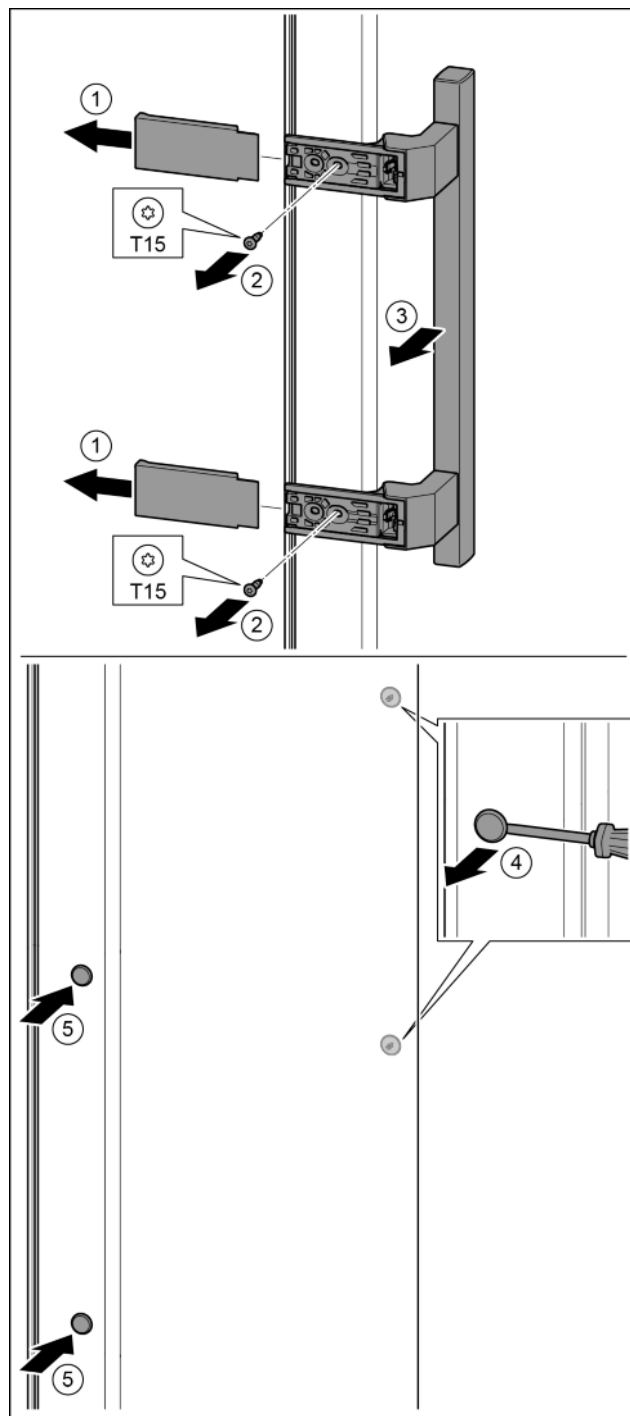

Fig. 17
- ▶ Stáhněte kryt. Fig. 17 (1)
- ▶ Šroubovákem T15 vyšroubujte šrouby. Fig. 17 (2)
- ▶ Sejměte madlo. Fig. 17 (3)
- ▶ Postranní zátku opatrně plochým šroubovákem nadzvedněte a vytáhněte. Fig. 17 (4)
- ▶ Zátku opět vložte na druhé straně. Fig. 17 (5)